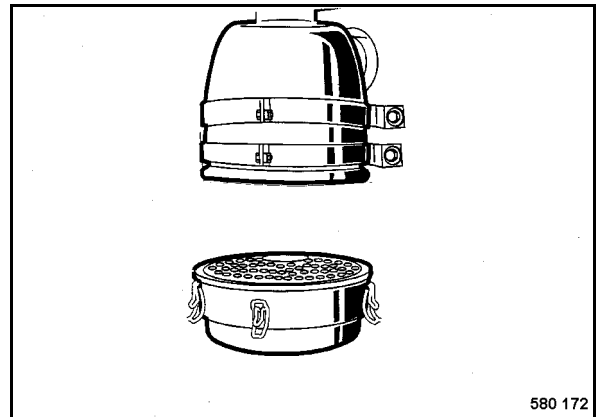

fig. 143
- Décrocher la fermeture rapide (fig. 143), enlever le pot du filtre et le vider.